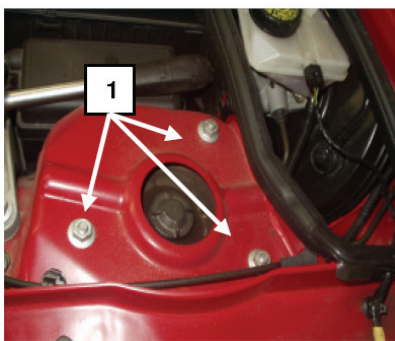

Fig. 5:
- Dommmuttern (Fig.5/1) entfernen, dabei Federbein im Radhaus gegen Herunterfallen sichern.
- Remove suspension dome nuts (Fig. 5/1). To do so, secure suspension strut in the wheel arch to prevent it from falling.
- Démonter les écrous de la coupole de suspension (Fig. 5/1) tout en assurant la jambe de force dans le passage de roue contre la chute.
- Desmontar las tuercas de la cúpola de suspensión (Fig. 5/1); para ello, asegurar la columna de suspensión en el alojamiento de la rueda contra la caída. Retirar la columna de suspensión de la caja de rueda.